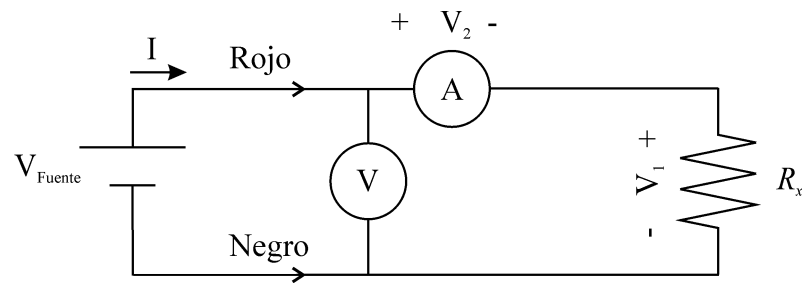

Figura 5.3: Segundo circuito para medir la característica I/V de una resistencia.
De igual forma, en el montaje de la Figura 5.3 se comprueba aplicando la LVK que
**Ejercicio 5.9.** Con los mismos valores de tensiones en la fuente de alimentación para cada valor de resistencia, monten el circuito de la Figura 5.3 y repitan las medidas realizadas en el comienzo de este apartado, rellenando la Tabla 5.3.
Tabla 5.3: Parámetros medidos utilizando el osciloscopio y el multímetro en el circuito de la Figura 5.3.